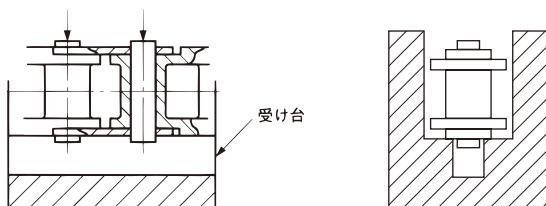

図15 プラコンビを受け台にセットした断面
- ① チェーンの外プレートを受け台で受け、ピンの頭を専用パンチ（写真参照）で押えて、ハンマでパンチの頭を軽くたたきます（図15）。
- ② このときエンブラー部分に大きな力をかけると、破損するおそれがありますので、ご注意ください。